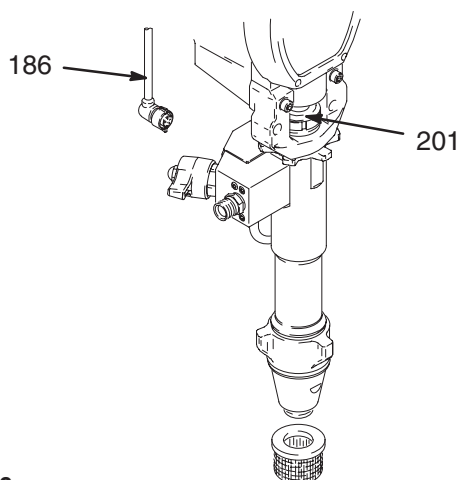
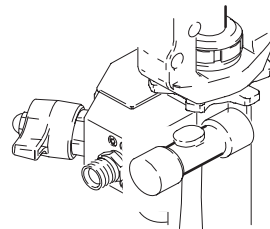

Fig. 9
Fig. 13
1. Lave la bomba. Libere la presión. Fig. 9. Haga funcionar la bomba con el vástago del pistón (201) en su posición más baja.
2. Fig. 9. Desconecte el cable del transductor (186).
Fig. 13. Enrosque a fondo la contratuerca en la bomba. Enrosque la bomba en el alojamiento del cojinete hasta que haga tope con la contratuerca. Haga retroceder la bomba y la contratuerca para alinear la salida de la bomba con la abertura de la cubierta (134). Apriete a mano la contratuerca, y después golpee ligeramente con un martillo de plástico para girarla $1/8$ de vuelta, a un par aproximado de 75 ± 102 N.m. Fig. 9. Conecte el cable del transductor (186).